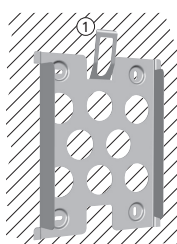

Figura 25
- La piastra di montaggio deve essere appoggiata in piano alla superficie di montaggio, le strisce di lamiera laterali devono essere rivolte in avanti (figura 25).
- Montare la piastra di montaggio in verticale con la lamiera di fissaggio ① rivolta verso l'alto (figura 25).